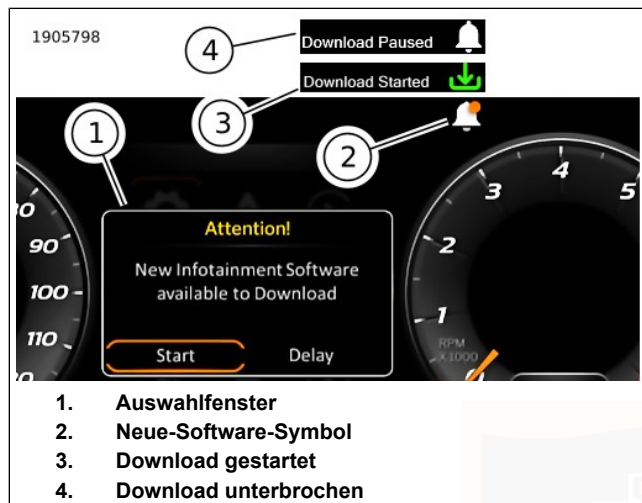

Abbildung 105. FOTA-Benachrichtigungen
Siehe Abbildung 105. Wenn das Fahrzeug ein FOTA-Update erhält, zeigt die IFCU ein Auswahlfenster (1) und ein Software-Update-Symbol (2) an. Der Fahrer hat die Möglichkeit, das Update zu starten oder zu aufzuschieben.
3. Siehe Abbildung 105. Wenn ein Update verfügbar ist, wird ein Auswahlfenster angezeigt.